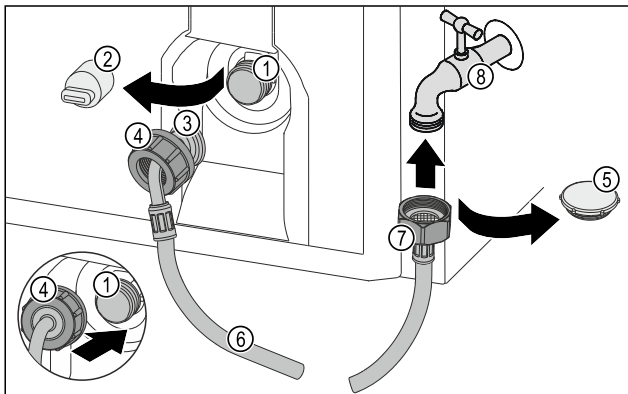

Fig. 10
- ▶ Odstráňte uzatváracie viečko Fig. 10 (5).
- ▶ Naskrutkujte maticu na rovnom konci hadice (7) na vodovodný kohútik (8).